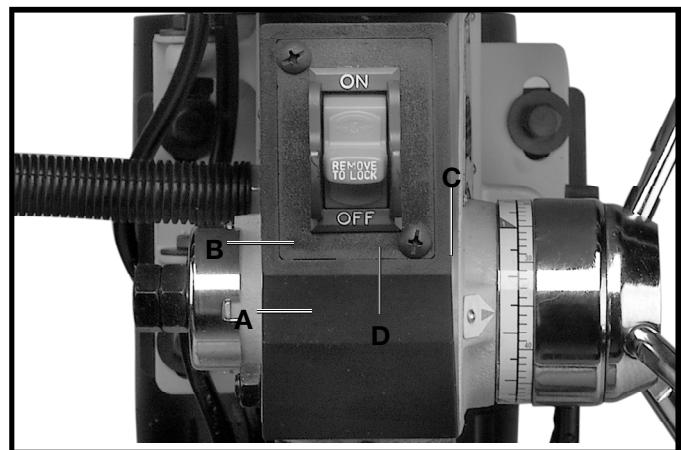

Fig. 31
- Inserte la broca (A) Fig. 31 dentro del mandrino (B) lo suficientemente lejos como para obtener la tracción máxima de las tres mandíbulas del mandrino contra la espiga de la broca. Con las brocas pequeñas, no inserte la broca a tal profundidad que las mandíbulas del mandrino hagan contacto con las acanaladuras (ranuras espirales) de la broca.
- Asegúrese que la broca (A) Fig. 31 esté centrada dentro del mandrino (B) antes de apretar el mandrino con la llave (C).
- Gire la llave del mandrino (C) Fig. 31 en el sentido de las manecillas del reloj para apretar las mandíbulas del mandrino, y en el sentido contrario para aflojarlas.
- ASEGURESE** que la llave del mandrino (C) Fig. 31 haya sido quitada del mandrino antes de arrancar la taladradora. Su llave de mandrino (C) está equipada con un pasador autoexpulsador (D) que elimina el riesgo de olvidar que la llave se encuentra aún en el mandrino.